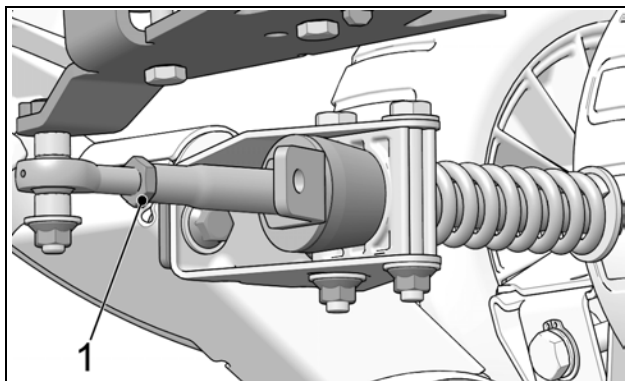

Figure 8
- Une fois le réglage atteint, resserrer le contre-écrou (1) à 40 N•m [30 lb•pi]. Voir la Figure 8.